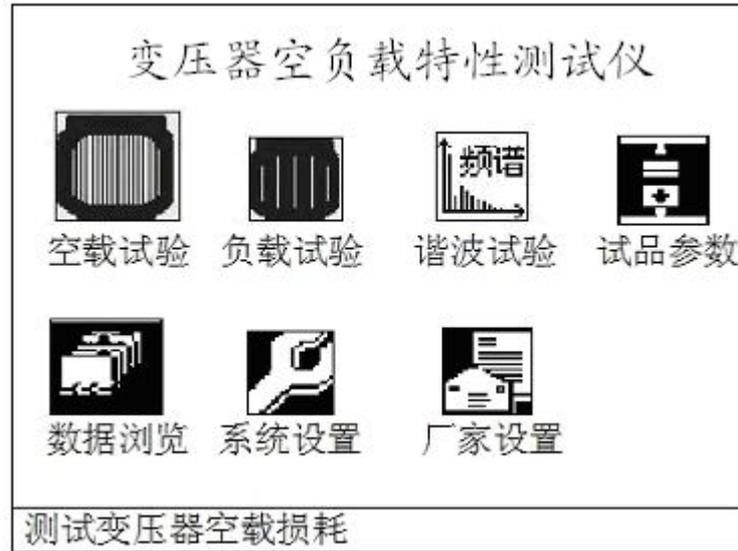

图3 空负载测试仪开机主界面
4) 在图 8 中按“重测”则将重新对当前变压器进行测试，按“退出”则退回到图 3 系统功能的主界面。